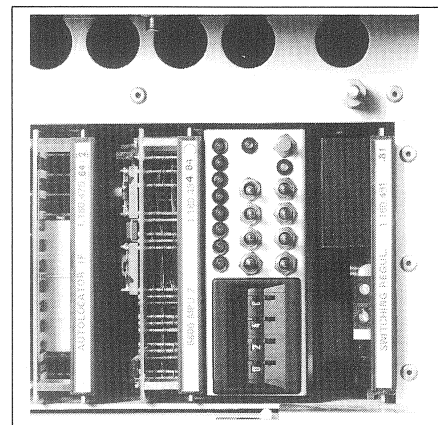

Fig. 10.2
2. Bus Analyzer zwischen MPU Karte und Switching Regulator einstecken (siehe Fig. 10.2).
2. Insert the bus analyzer between the MPU-board and the switching regulator (see figure 10.2).